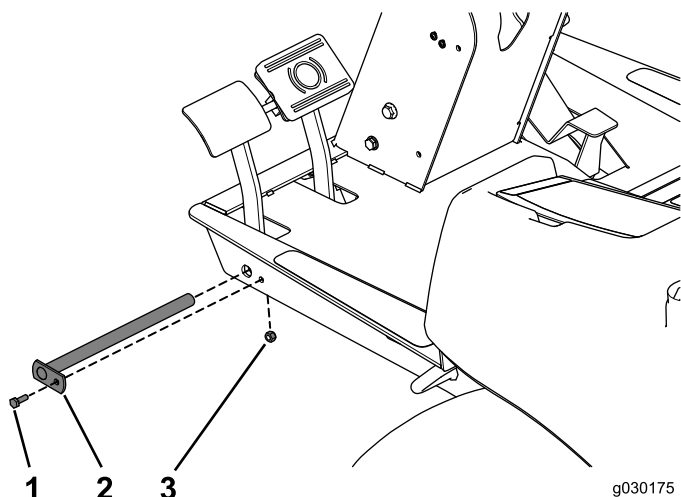

Figura 1
5. Retire el perno que sujeta el pasador de los pedales de freno (Figura 1).